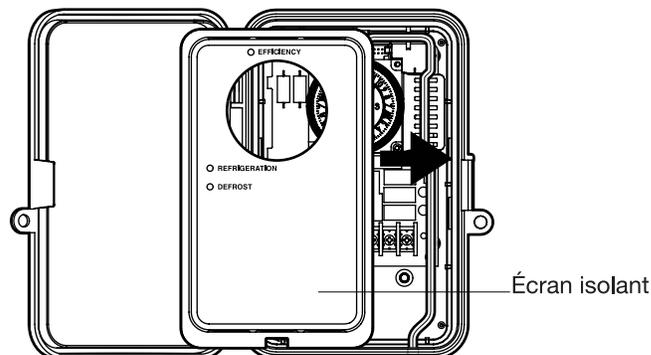

FIG. 7. Fixer l'écran isolant
2. Remettre en place le couvercle de l'écran isolant existant, le cas échéant. Voir FIG. 7.